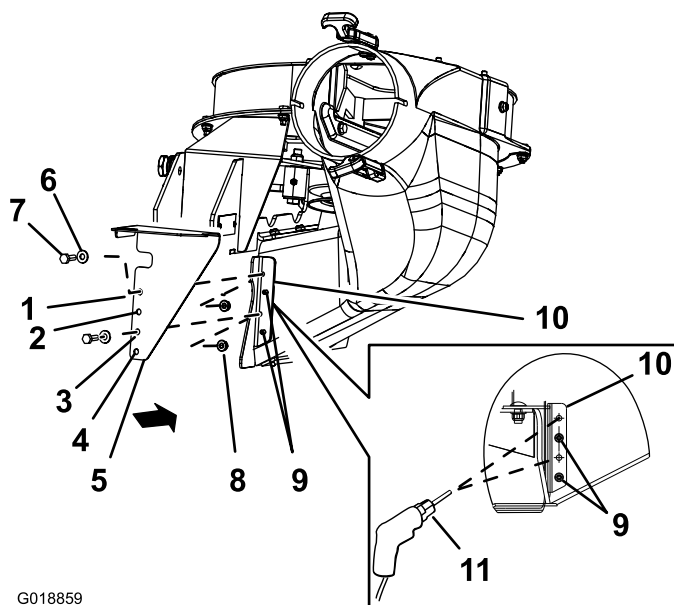

図 10
1. 図 10のように、CE 下部ガードを、ブロアシュートブラケットに合わせる。
2. CE 下部ガードの 2 番目と 4 番目の穴を、ブロアシュートブラケットから突き出ているリベットの足に合わせる(図 10)。
3. この状態で、CE 下部ガードの第1の穴と第3の穴の位置を、ブロアシュートブラケット上にマーキングして、CE ガードを外す(図 10)。
5. ポンチを打った位置 2ヶ所に、それぞれ直径 7 mm の穴を開ける(図 10)。
1. CE 下部ガードを、ブロアシュート・ブラケットに合わせる(図 10)。
- CE下部ガードを、ブローに取り付ける；CEガードの第1の穴と第4の穴にそれぞれ、六角ヘッドボルト（1/4 x 3/4 インチ）、ワッシャ、ロックナット（1/4 インチ）を使用して固定する（図 10）。